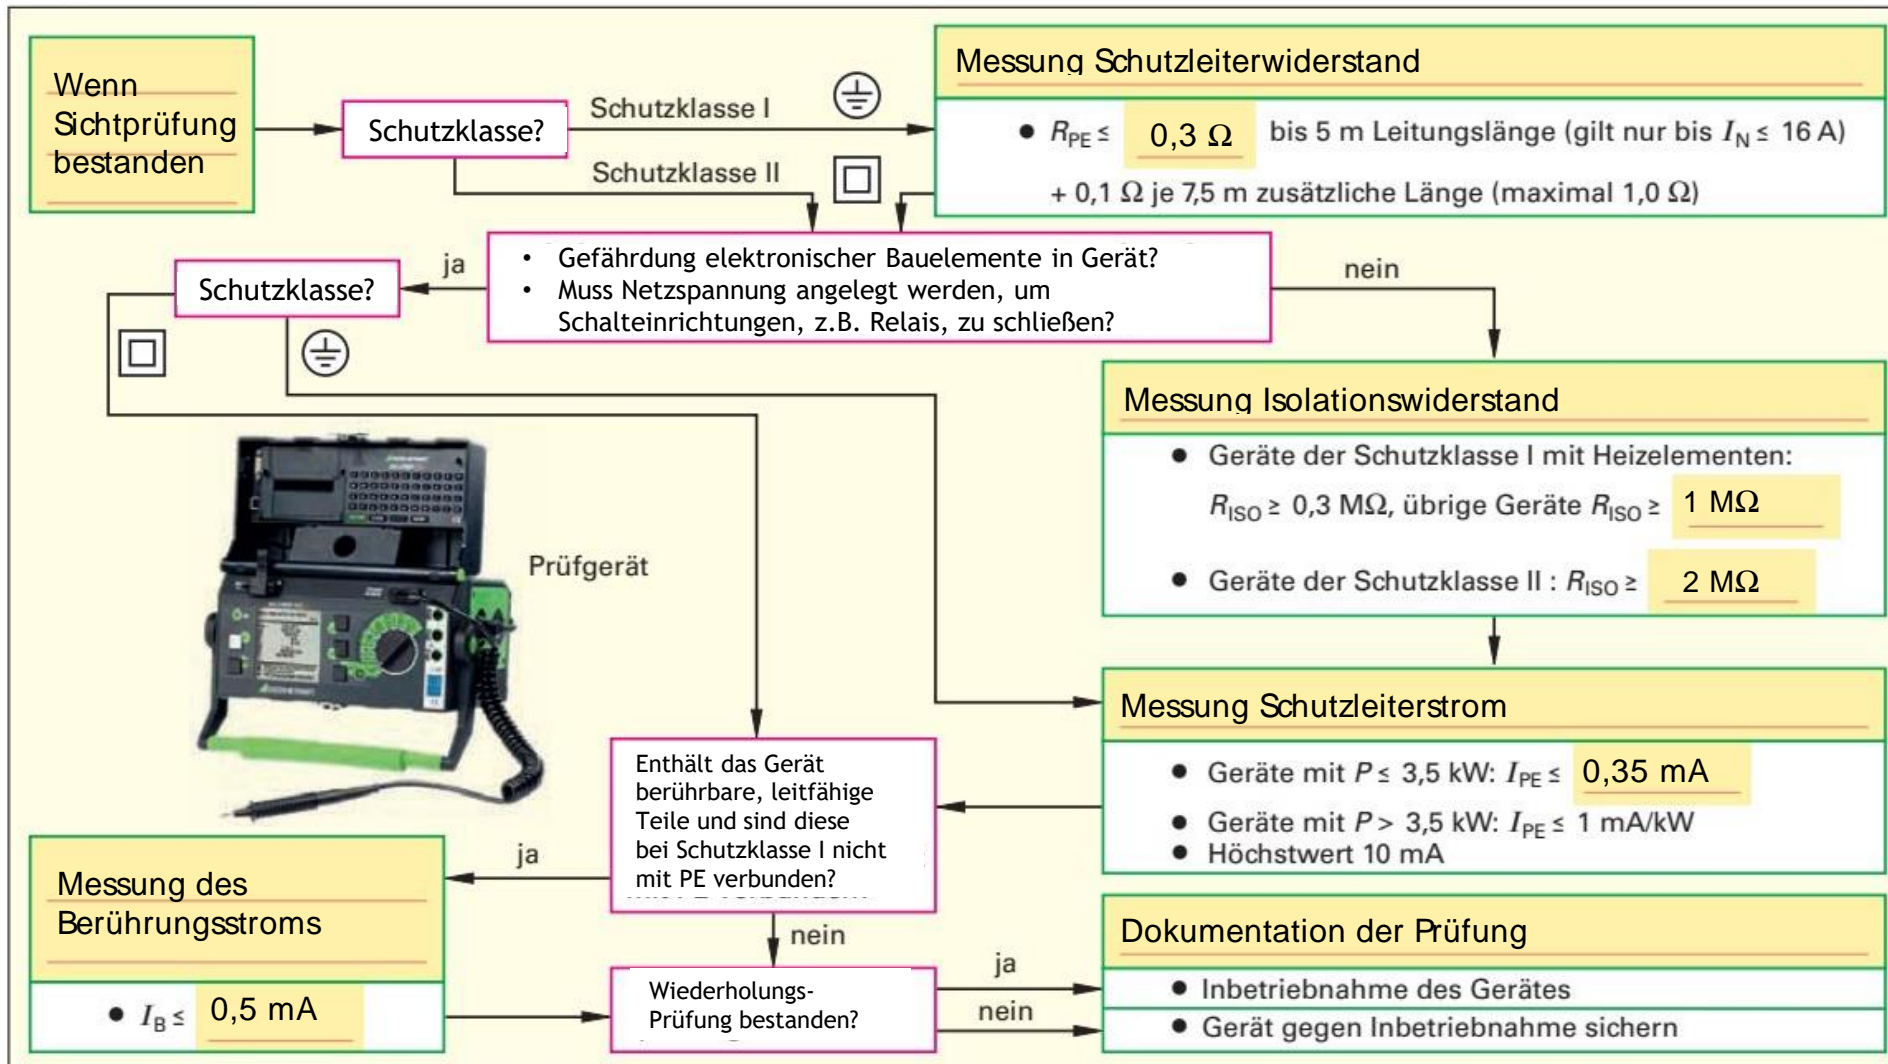

Bild 3: Übersicht der Wiederholungsprüfung nach DIN VDE für ortsveränderliche Geräte der Schutzklasse I und II
a) Ergänzen Sie im Bild 3 den Anschluss der Messleitungen bei der Messung des Isolationswiderstandes.
c) Ergänzen Sie die fehlenden Werte für die minimalen Isolationswiderstände bei den verschiedenen Schutzklassen (SK).
7. Ergänzen Sie den Prüfungsablauf (Bild 3) für die Wiederholungsprüfung nach DIN VDE eines ortsveränderlichen Elektrogerätes der Schutzklasse I und II.